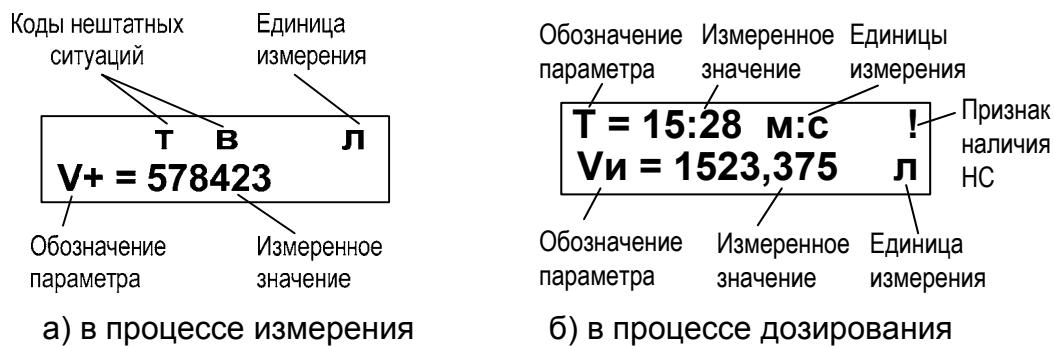

Рис. 3. Вид индикации расходомера.
- в процессе измерения (рис.3.а) – коды нештатных ситуаций (НС) и единицы измерения (первая строка), измеряемые параметры и результаты измерений (вторая строка);
- в процессе дозирования (рис.3.б) – параметры дозирования и единицы измерения (первая и вторая строки).